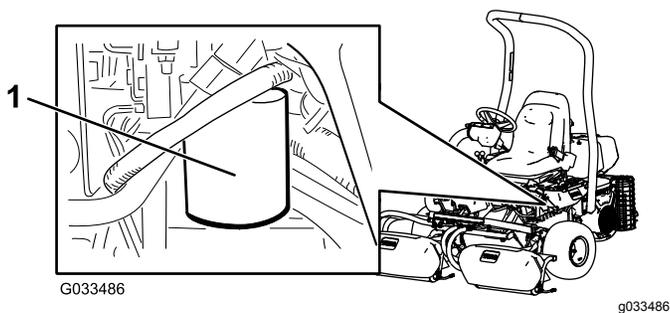

图50
1. 清洁左过滤器安装区周围的区域图50。在过滤器下面放置一个放油盘并拆下过滤器。